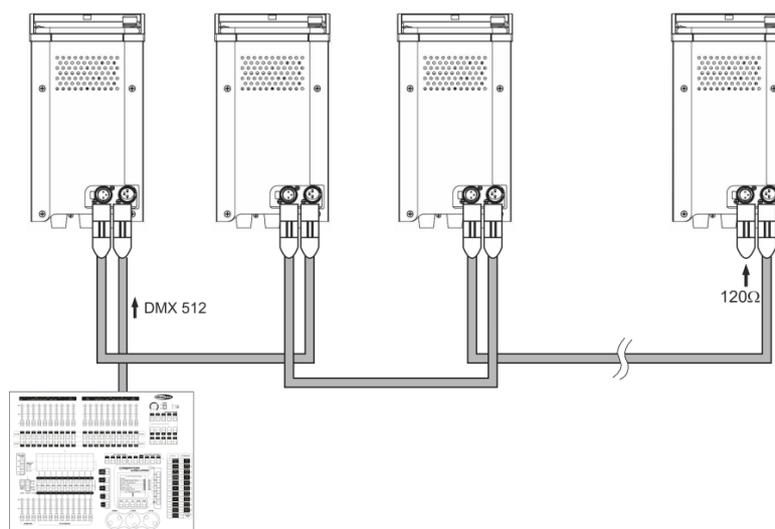

Fig. 05
03) Interconecte las unidades como se muestra en la Fig. 05. Para ello conecte un cable de señal DMX que vaya desde el conector de salida de la señal DMX de la primera unidad hasta el conector de entrada de la señal DMX de la segunda unidad. Repita este proceso para interconectar las unidades segunda, tercera y cuarta. Esto significa que puede establecer el modo de funcionamiento deseado en el dispositivo maestro y todos los dispositivos esclavos reaccionarán de la misma forma que el dispositivo maestro.